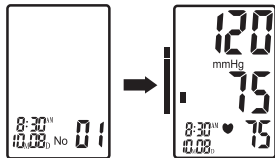

Рисунок 21
**Примечание:** на дисплей сначала будет выведен результат последнего измерения, хранящийся в памяти (Рисунок 21).